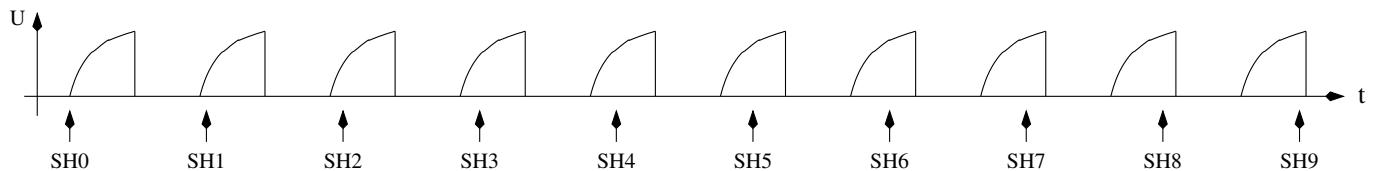

Abbildung 5.30. Abtasten eines Spannungsverlaufs mit der Samplingmethode
Der Funkamateur Pieter-Tjerk (PA3FWM) hat für die Messung sehr kleiner Kapazitäten ( $< 100\text{pF}$ ) mit hoher Auflösung die Fähigkeiten des Testers um die Sampling ADC Methode erweitert. Die Wandlungszeit des ADC reicht eigentlich nicht aus, um schnelle Vorgänge abtasten zu können. Bei der Abtastung der Spannung wird das Eingangssignal aber zu einer exakt festgelegten Zeit abgetastet, der Sample und Hold Zeit (SH). Der ADC braucht für eine komplette Wandlung 13 Takte, wobei der ADC Takt durch Teilung des Prozessortaktes durch 128 oder 64 gewonnen wird. Die Abtastung des Spannungswertes findet immer genau bei ADC-Takt Nummer 1.5 statt. Wenn nun das abzutastende Spannungssignal immer wieder neu erzeugt werden kann, kann man durch Verschiebung der Abtastzeit das komplette Signal mit dem Raster der Verschiebung abtasten. Eine normale ADC-Wandlung dauert bei 8 MHz Prozessortakt  $13 \times 64 = 832$  Taktzyklen. Wenn das Signal nun mit einem 831 Takte Zyklus wiederholt wird, würde die ununterbrochene ADC-Wandlung (Freilauf-Modus) das Signal bei jeder fortlaufenden Wandlung einen Prozessortakt später abtasten. Mit dieser Methode muß dafür gesorgt werden, daß die erste ADC-Abtastung des Signals zu der gewünschten Startzeit beginnt. Die Zeiten der fortlaufenden ADC Werte verschieben sich dann jeweils um einen Prozessortakt relativ zum neu erzeugten Signal. Wenn die Wiederholung des Signals gut gelingt, entspricht das aus vielen Signalwiederholungen zusammengesetzte Signal dann dem ADC Signal, das mit Prozessortakt (8 MHz) abgetastet und gewandelt würde. Die Abbildung 5.30 zeigt das Prinzip der Abtastung mit einem zehnmal wiederholten Signal um daraus 10 Abtastwerte (SH0 - SH9) zu gewinnen. Für den wirklichen Fall ist die relative Zeitverschiebung der aufeinanderfolgenden Abtastungen viel geringer als dargestellt.